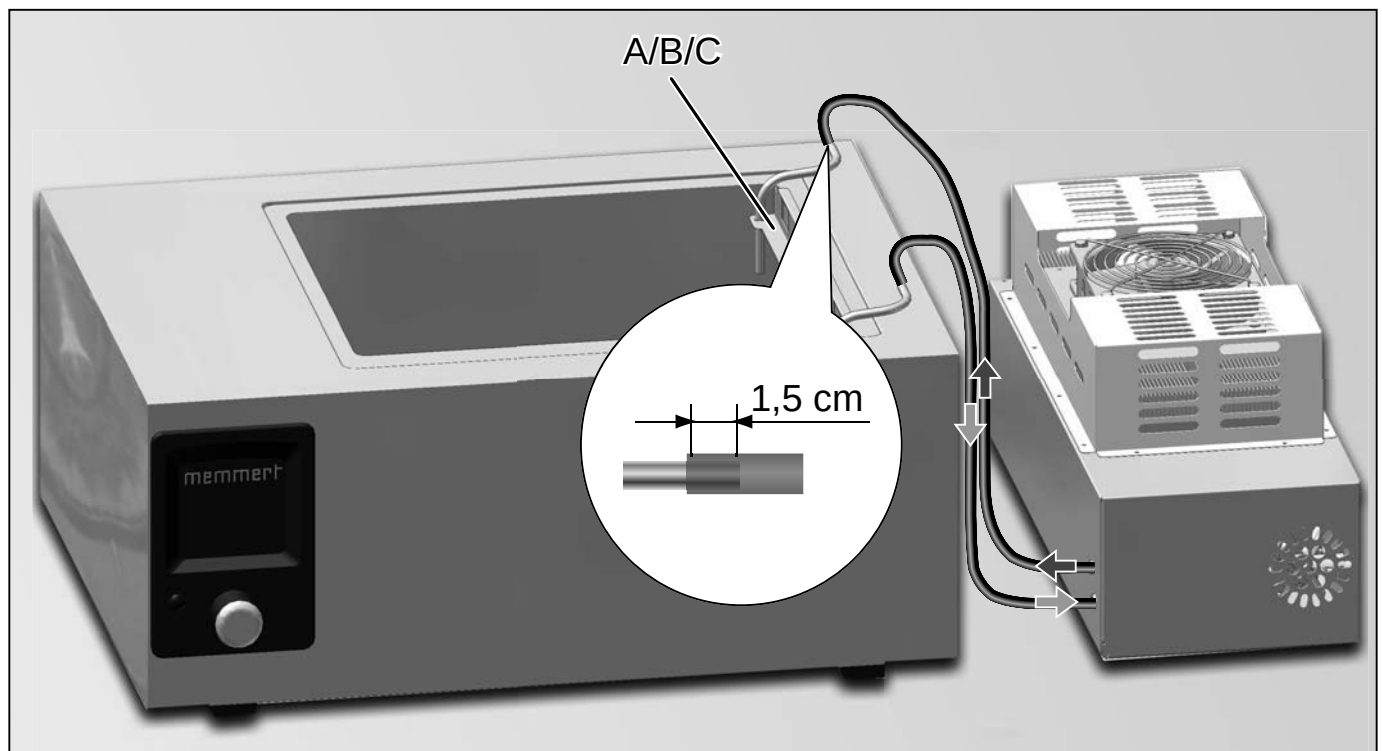

Fig. 20 Bloc réfrigérant en pose indépendante à côté du bain-marie
2. Poser le bloc réfrigérant à côté du bain, sur la droite (voir Fig. 20). Le bloc doit reposer sur ses pieds en patins de caoutchouc, la turbine des éléments Peltier étant orientée vers le haut, l'interrupteur secteur se trouve à l'arrière.
3. Couper les segments de tuyau à la longueur effectivement nécessaire pour raccorder le bloc à la barrette à tubes sur le bain. Respecter les sens de circulation de l'eau, adduction/évacuation (repérage sur les tuyaux ; v. Fig. 20). Le tuyau supérieur doit être raccordé au tube situé à l'arrière de la barrette A/B/C. Le trajet des tuyaux doit être aussi court que possible et ne pas présenter de pli. Conserver les morceaux de tuyau restant pour les besoins ultérieurs.
4. Raccorder correctement les tuyaux sur la barrette à tubes. L'engagement doit être de l'ordre de 1,5 cm (v. Fig. 20).